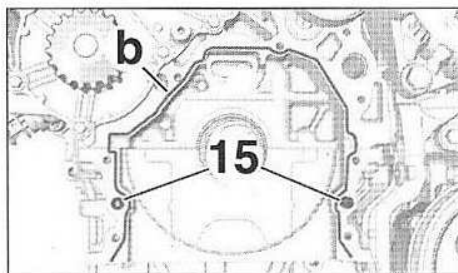

FIG.16
- Vérifier la présence des deux douilles de centrage (15) (Fig.16).